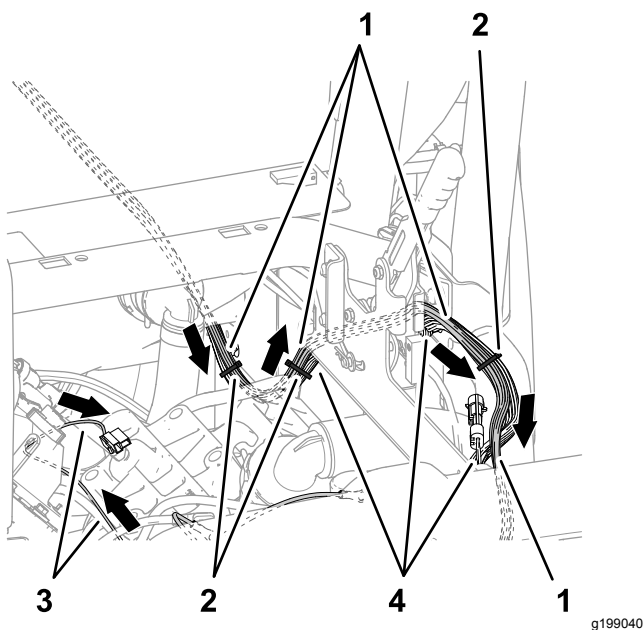
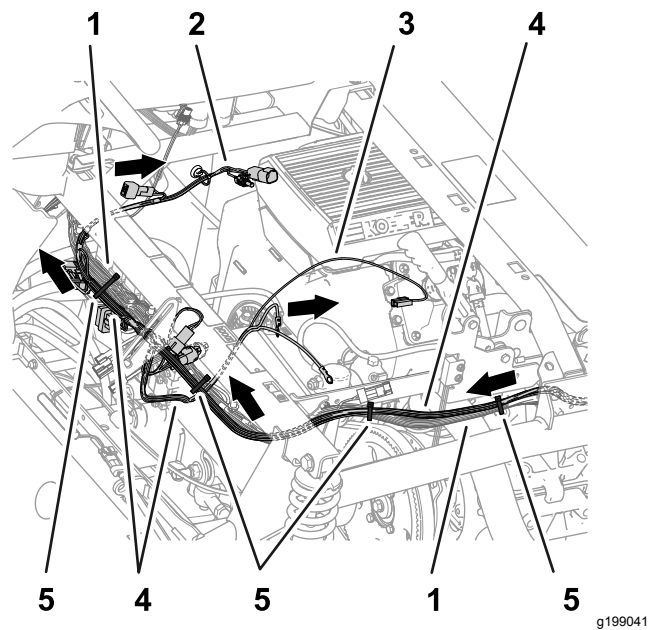

Figura 83
Figura 84
4. Enrute las ramas de 84 cm, 60 cm y 66 cm del arnés de cables del kit junto al arnés de cables de la máquina, por fuera del conjunto del freno de estacionamiento (Figura 83).
5. Enrute las ramas de 84 cm, 60 cm y 66 cm del arnés de cables del kit a través del tubo de sujeción del amortiguador, como se muestra en la Figura 84.
6. Sujete el arnés de cables del kit al arnés de cables de la máquina, según se muestra en Figura 82, Figura 83, y Figura 84.